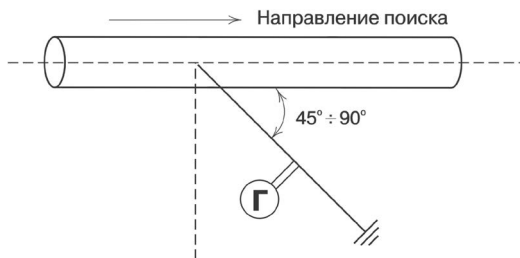

Рис.5
- угол между выходным проводом и направлением поиска в месте подсоединения генератора к кабелю должен составить 45 ... 90 град рис. 5;